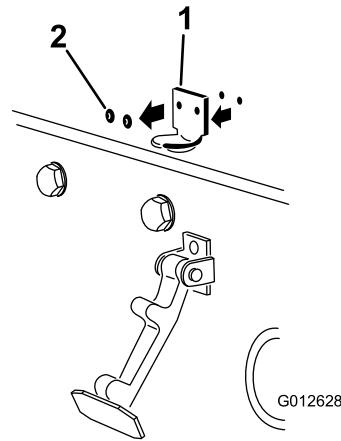

Figure 6
- Retirez les (2) rivets qui fixent le support du verrou au capot (Figure 6).